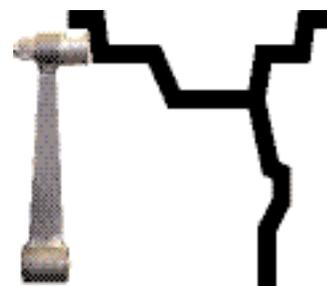

Рис. 10.1
10.2. Данная модель СБ снабжена устройством, позволяющим автоматически вводить диаметр «d» колеса и дистанцию «А». Для этого необходимо, взяв за рукоятку, вытянуть из корпуса СБ штангу ввода параметров, подвести палец на конце рукоятки к месту установки корректирующих грузов на внутренней стороне обода (см. рис. 10.1) и удерживать штангу в этом положении до появления звукового сигнала, после чего вернуть штангу в исходное положение.